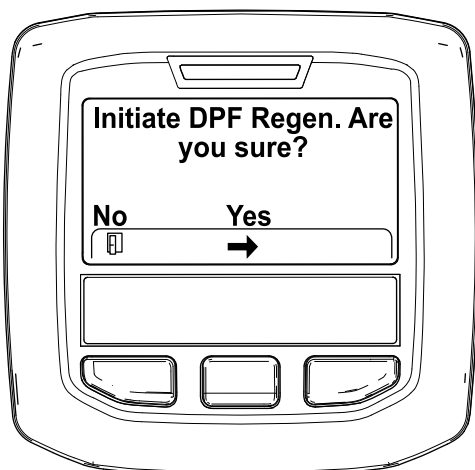

Рисунок 41
4. Когда появится сообщение "Initiate DPF Regen. Are you sure?" («Начать регенерацию DPF. Вы уверены?»), нажмите среднюю кнопку (Рисунок 41).